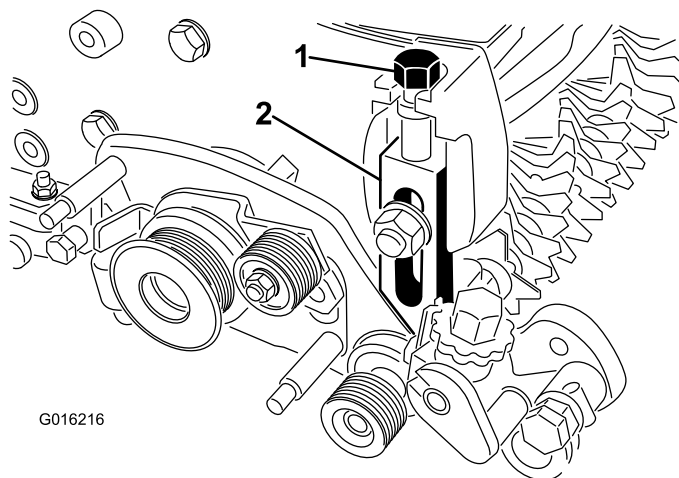

Figura 12
27. Enrosque el tornillo de ajuste de la altura de corte en la parte superior del brazo de ajuste derecho (**Figura 12**).
Nota: Asegúrese de que el extremo de la varilla del brazo de ajuste entre en el casquillo del orificio del conjunto de transmisión del groomer (**Figura 12**).
31. Enrosque el tornillo de ajuste de la altura de corte en la parte superior del izquierdo (**Figura 12**).
33. Instale el conjunto del brazo de ajuste derecho en la chapa lateral de la unidad de corte usando el perno avellanado y la tuerca existentes, y una arandela nueva (**Figura 12**).